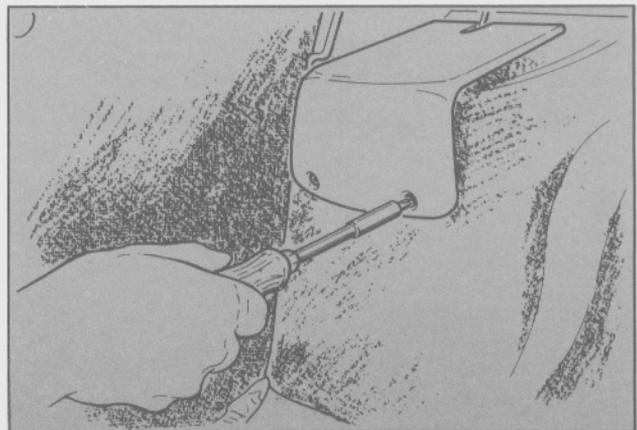

Fig. 11. Tapa del montaje superior del amortiguador (GHIA)
- Colocar la tapa de acceso a los amortiguadores (Fig. 11).